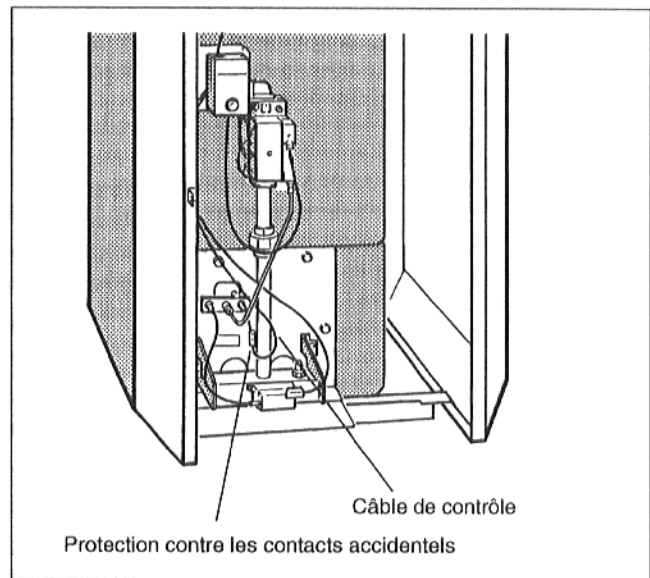

Fig. 34 Câble de contrôle
- Retirer la protection contre les contacts accidentels du câble de contrôle (Fig. 34) retirer la fiche.